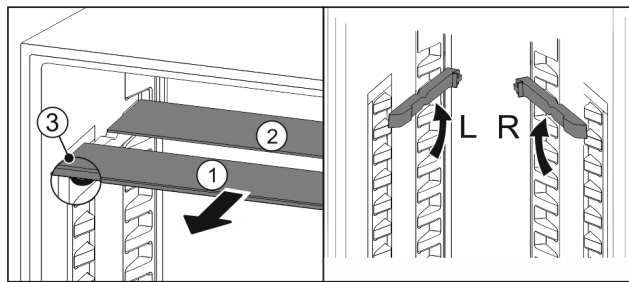

Fig. 72
- ▶ Wyciągnąć Fig. 72 (1) pojedynczo półki szklane do przodu.
- ▷ Płyta szklana Fig. 72 (1) z listwą ozdobną znajduje się z przodu.
- ▷ Stopery Fig. 72 (3) wskazują w dół.